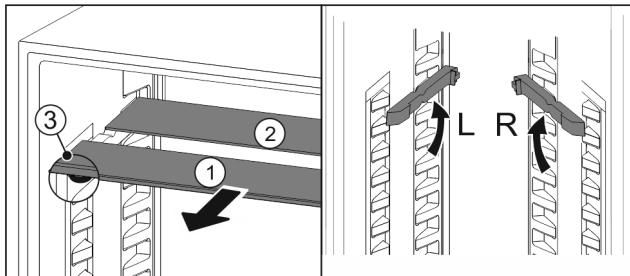

Fig. 97
- Издърпайте Fig. 97 (1) поотделно стъклените площи напред.
- Стъклената плоча Fig. 97 (1) с декоративната лайстна е отпред.
- Ограничителите Fig. 97 (3) сочат надолу.